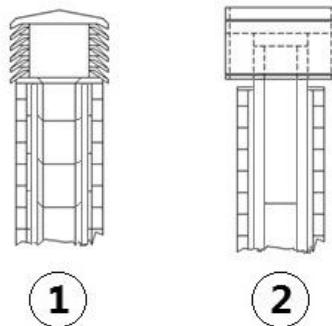

Fig. 4 - Schornstein mit Windschutz
- Es wird ein Schornstein mit Windschutz empfohlen, siehe **Fig. 4**.
- Externer Rauchabzug, nur aus isolierten Stahlrohren realisiert, d.h. mit Doppelwand mit min. Ø100/120 mm: alles gut an der Wand verankert. Mit Windschutz-Schornstein (siehe Fig. 4).